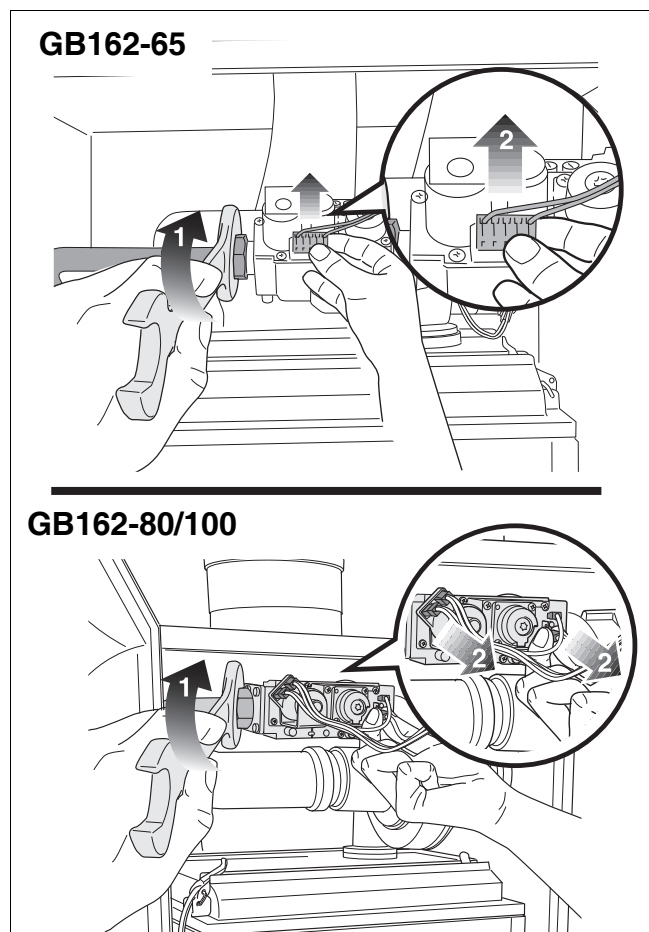

Fig. 104 Desfaceți racordurile de la armătura de gaz
- Desfaceți șuruburile (fig. 104, poz. 1) și scoateți cele 4 ștehere (fig. 104, poz. 2) de la armătura de gaz.